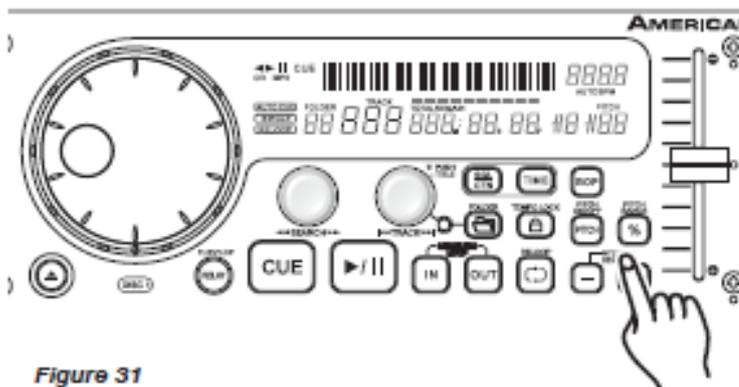

Figure 31
3. BOUTONS PITCH BEND (14) :
Le *BOUTON PITCH BEND (+)* (14) va augmenter la vitesse de lecture de la piste et le *BOUTON PITCH BEND (-)* (14) va la diminuer. La valeur de la modification de vitesse dépend du temps pendant lequel vous appuyez sur le bouton. Par exemple, si la pression sur le bouton *PITCH BEND (+)* (14) est maintenue en permanence comme sur la Figure 31, la vitesse du disque va augmenter et va continuer à augmenter jusqu'à ce qu'elle atteigne un maximum de 16 % (100 % pour les CD) de gain de vitesse. Lorsque vous relâchez le bouton *PITCH BEND (+)* (14), la vitesse du disque revient automatiquement à sa vitesse précédemment configurée.
4. JOG WHEEL (1) :